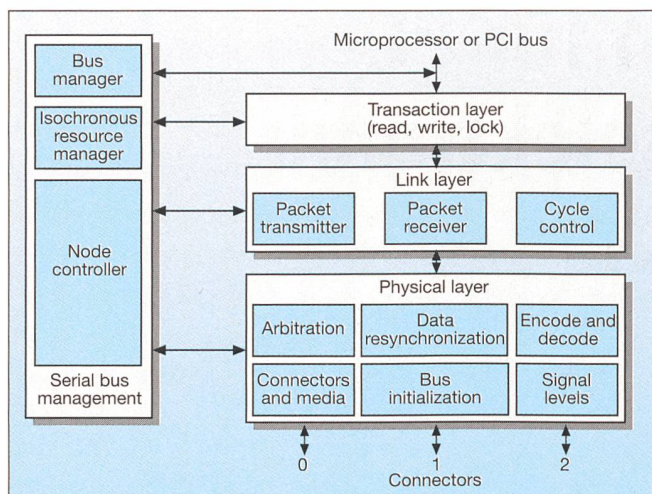

Bild 2 Der 1394-Bus
Firmen des Bereichs Consumer Electronics (CE) und der Computerindustrie führen soll. Zu den gezeigten Produkten zählen LSI-Bausteine in den Layern Physical und Link (Bild 2), aber auch 1394-Produkte, beispielsweise von IBM [11], Lucent [15], Philips [20], Sony [25] und Texas Instruments [28], in welche diese IC bereits implementiert sind.